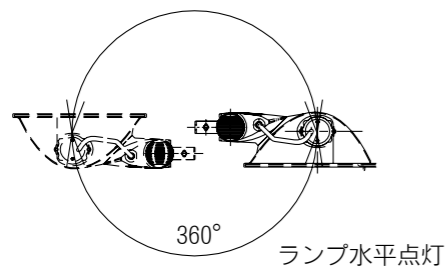
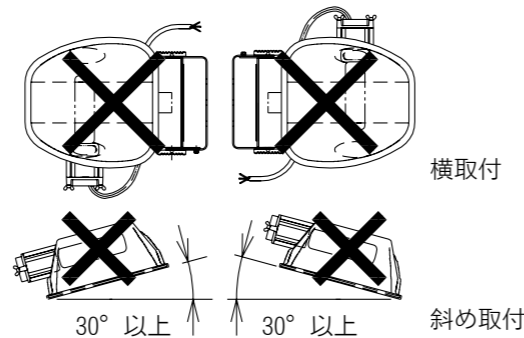

図1 使用可能範囲
図2 使用不可
- 投光器は図1、図2に示すように使用制限範囲内で使用してください。